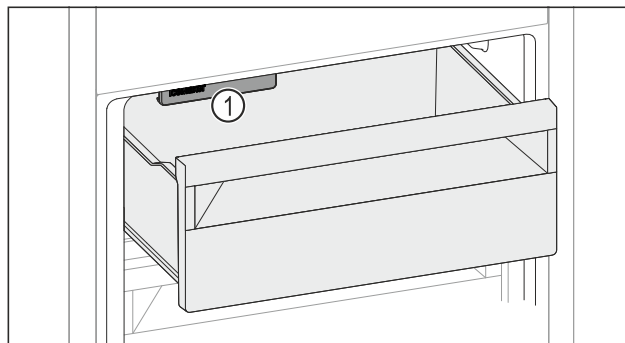

Fig. 158
- ▶ Dávejte pozor na IceMaker Fig. 158 (1).